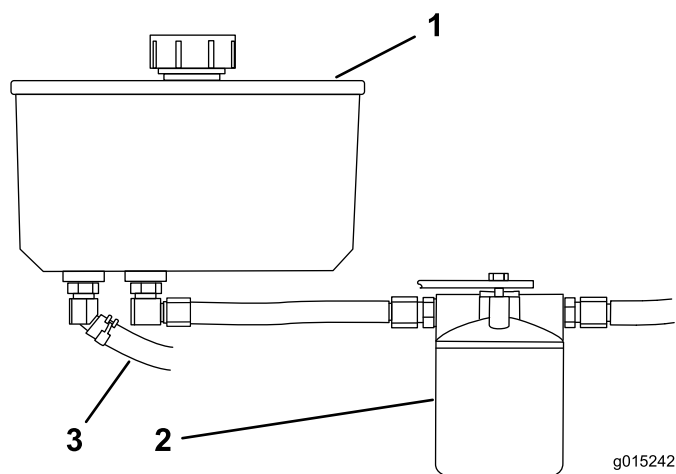

Figura 76
4. Localice la manguera hidráulica delantera, debajo del depósito de aceite, y coloque un recipiente debajo del depósito (Figura 76).